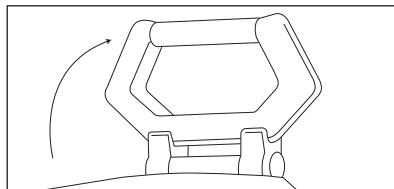

Fig. 1
1. Fixez poignée de support. (Fig. 1)